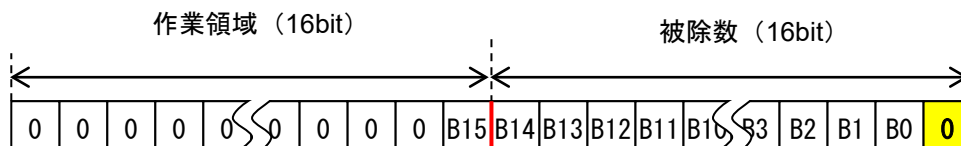

図 3.3 減算の準備
- ② 減算処理は最初に被除数と作業領域を左に1ビットずつシフトして、減算の準備を行います。作業領域のLSBには被除数のMSBが入り、被除数のLSBは0になります(図3.3参照)。なお、被除数のLSBは処理と領域の効率化を図るために商領域として使用していきます。